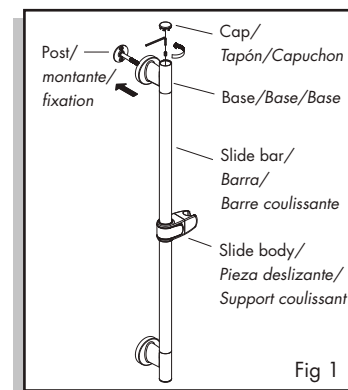

Fig 1
1. Remove cap. Using hex wrench (supplied), loosen set screw and remove post from slide bar base (Fig 1).
1. Quite el tapón. Utilice la llave hexagonal provista para aflojar el tornillo de presión y quite la sujeción de la base de la barra (fig. 1).
1. Enlever le capuchon. À l'aide de la clé hexagonale (fournie), desserrer la vis de pression et retirer la fixation de la base de la barre (fig. 1).
1. Remove handshower from hose by unscrewing hose conical counter-clockwise (Fig 1).
1. Quite la ducha de mano de la manguera desenroscando la sección cónica de la manguera en sentido antihorario (fig. 1).
1. Tourner la douche à main dans le sens contraire des aiguilles d'une montre pour la détacher du flexible (fig. 1).